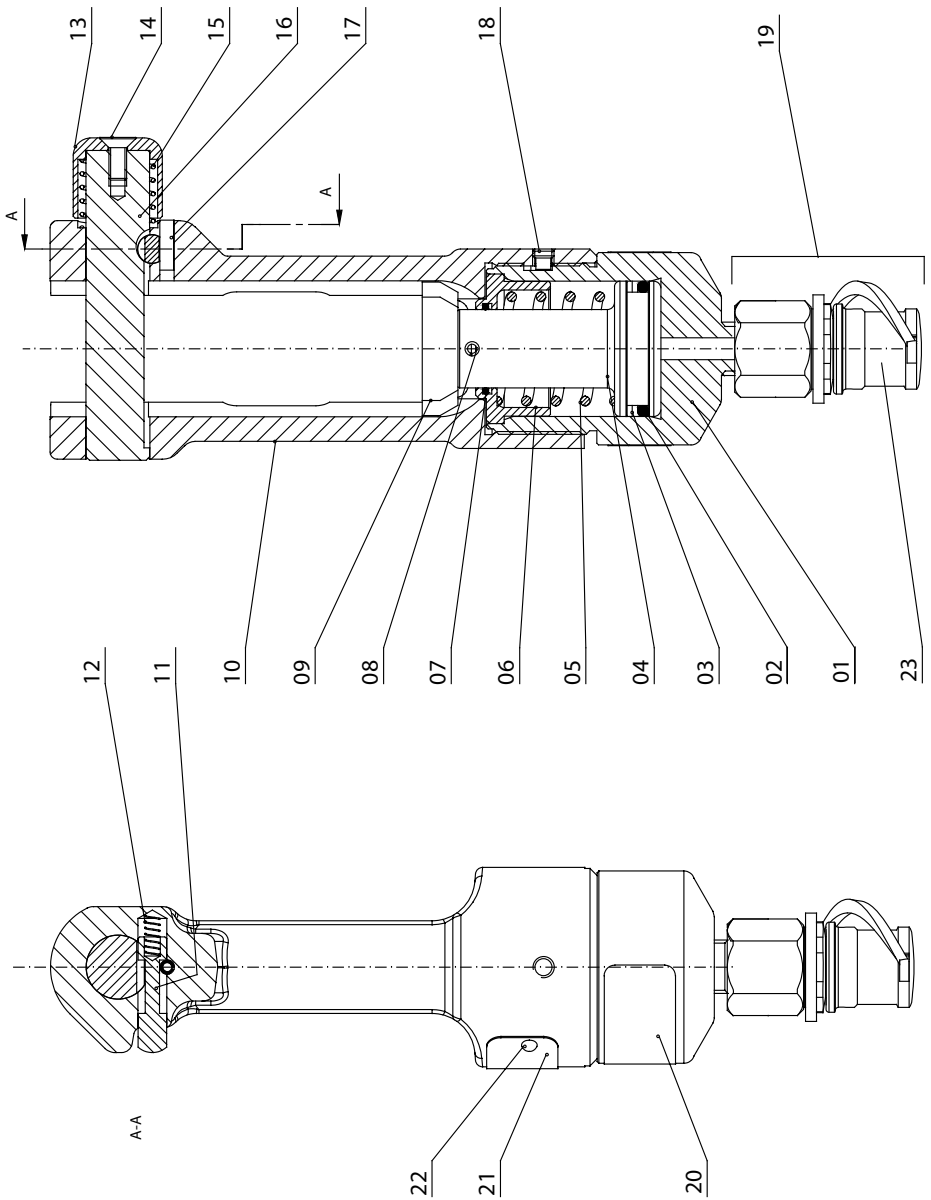

FIG. 3 LONGITUDINAL SECTION VIEW
4. LISTA DEI COMPONENTI (Rif. a Fig. 3)